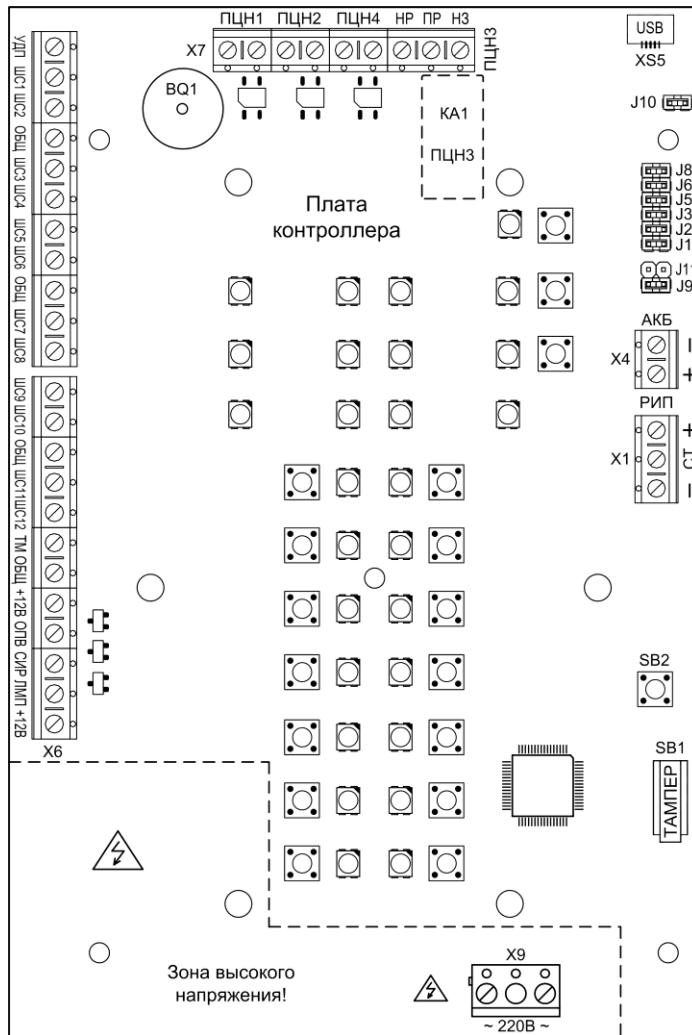

Рис.1 Плата контроллера прибора Гранит-12 (вид со снятой панелью индикации и управления)
**ВНИМАНИЕ!** На плате прибора присутствует зона высокого напряжения (см. рис.1). При использовании внешних устройств с рабочим напряжением 220 В контакты «НР», «ПР» и «НЗ» клеммника X7 (ПЦН3), также могут находиться под напряжением 220 В.
Прибор состоит из корпуса и съёмной крышки. В корпусе расположена плата контроллера (рис.1). На плате контроллера установлена панель индикации и управления (рис.2).
**3.1 Плата контроллера** (рис.1) интегрирована с источником питания. На плате контроллера расположены следующие элементы: